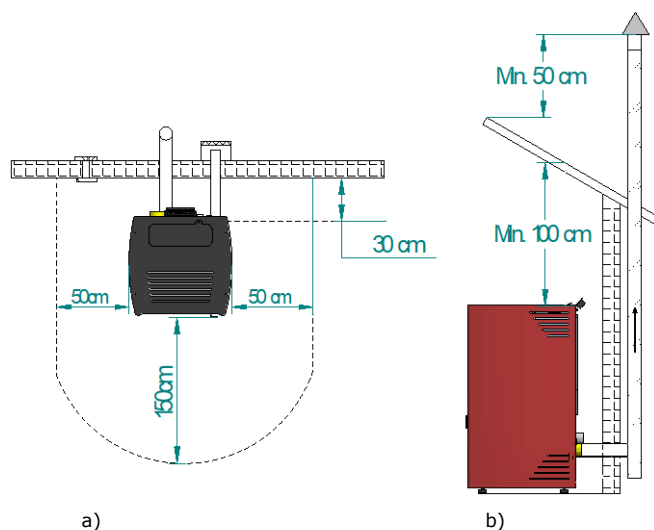

Figura 4 – Distancias mínimas de todas las superficies:
- Según se indica en la figura 4, el conducto de extracción se debe realizar de modo que la limpieza y el mantenimiento estén asegurados mediante puntos de inspección.